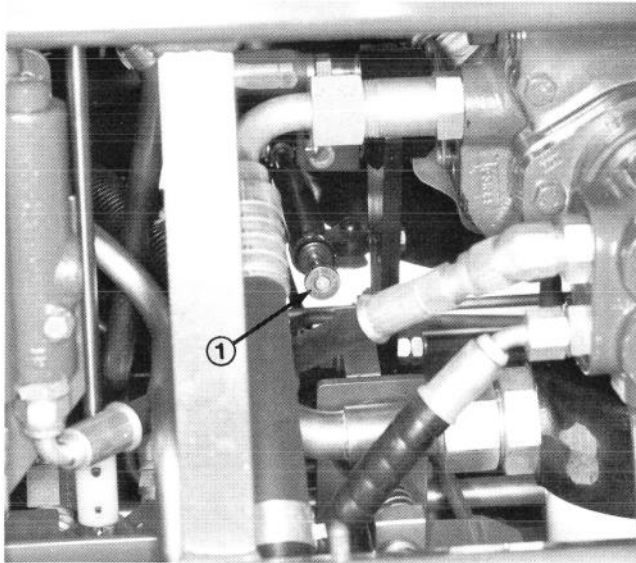

Figure 19
Le bouton de réglage de la pédale de traction (Fig. 19) devrait normalement être serré à fond. Pour la coupe ou une réponse de la pédale plus prompte, dévisser le bouton de réglage d'1 à 2 crans.
4. Tourner le bouton de réglage de la pédale de frein dans le sens des aiguilles d'une montre pour augmenter la pression (réponse plus longue) et dans le sens contraire des aiguilles d'une montre pour diminuer la pression (réponse plus prompte) (Fig. 19).